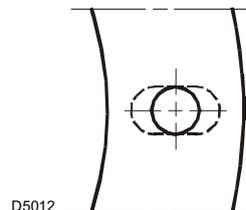

Fig. 8
- Élargir les trous de l'écran isolant si nécessaire (Fig. 8), en prenant garde de ne pas l'abîmer.